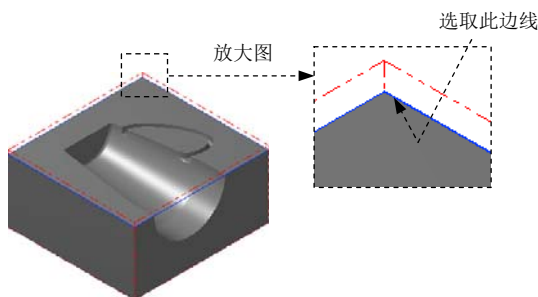

图 21.15 选取切削范围边线
(3) 设置加工边界。在 **Containment boundary** 区域中单击  按钮，系统弹出“串连选项”对话框。在图形区中选取图 21.15 所示的边线，单击  按钮，系统返回至“刀具路径的曲面选取”对话框。